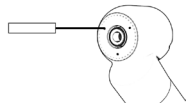

Figure 10
1. Nettoyez avec soin les orifices à l'aide du fil de nettoyage fourni avec la pièce à main (figure 10).